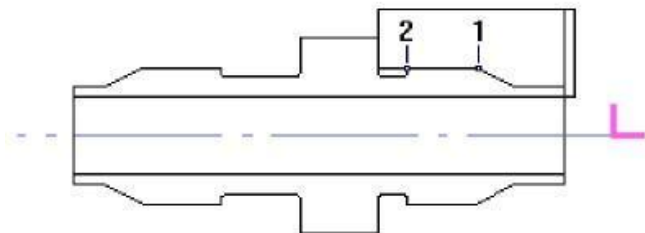

Рис. 4.42
5. Нажмите кнопку **Х нач.** и укажите точку **1** (см. рис. 4.42).